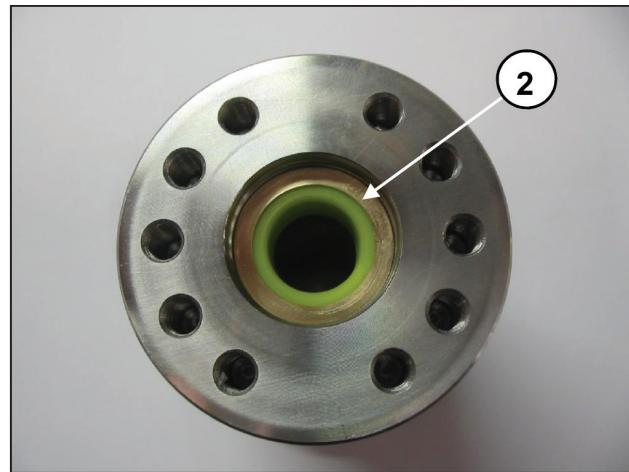
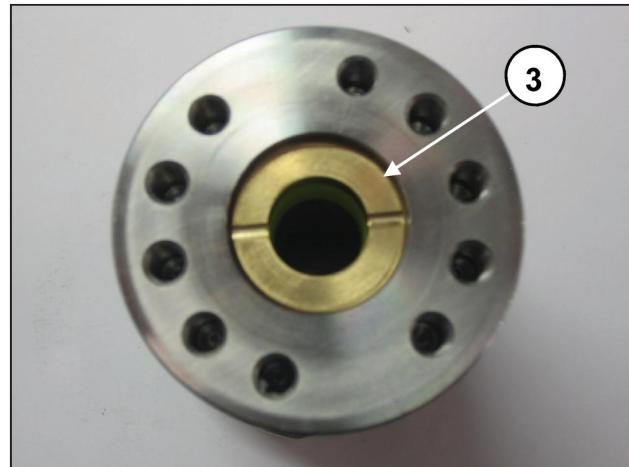
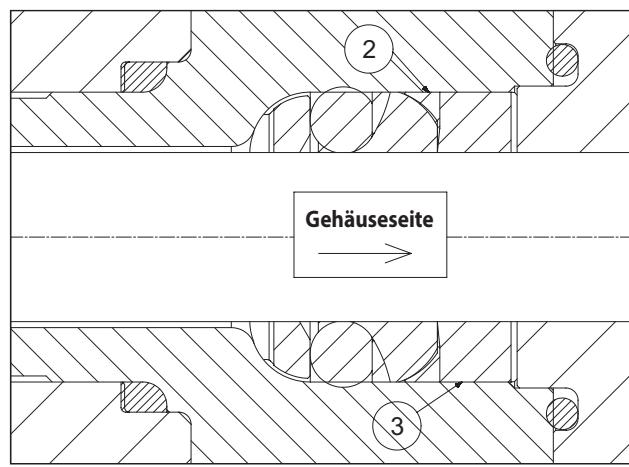

Abb. 124
Abb. 125
Abb. 126
- Setzen Sie den Stützring ② und die Dichtungshülse ③ wie in Abb. 124, Abb. 125, Abb. 126 gezeigt ein.
**!** Führen Sie die Dichtungshülse ③ mit nach außen gerichteten Aussparungen (zur Gehäuseseite) gemäß Abb. 125 und Abb. 126 ein.